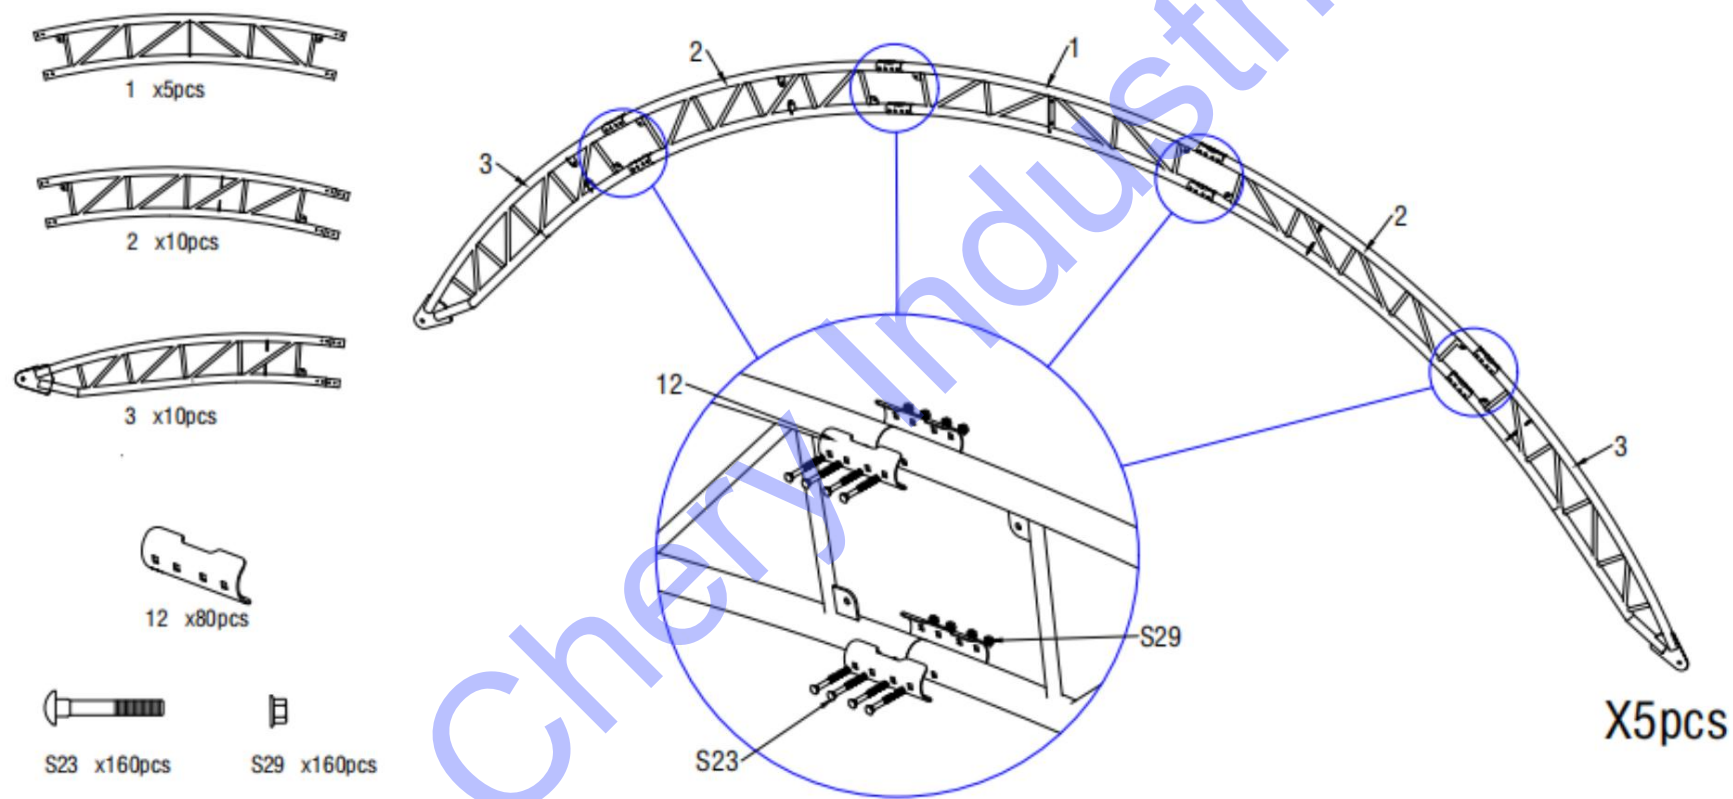

Figure 2
2.1 Comme le montre la figure 2, trouvez un tube courbé central, un tube courbé inférieur et assemblez ces arches avec un boulon de carrosserie M8x80 mm (pièce n° S23) et une pièce de serrage (pièce n° 12) pour créer le premier groupe d'arches.